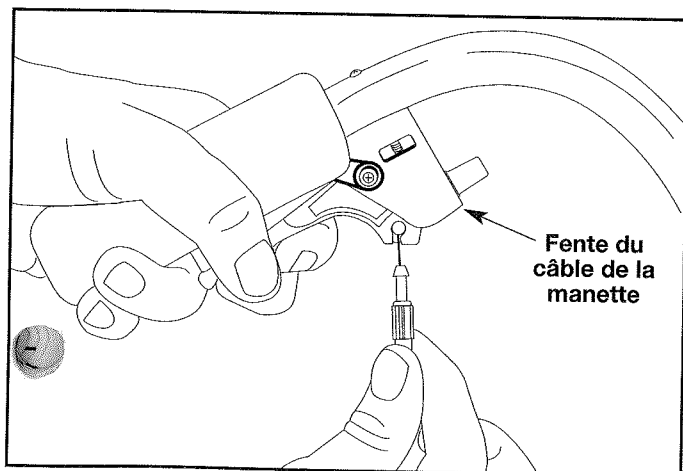

Fig. 10
3. Maintenez la manette enfoncée et placez le barillet du câble dans le trou de la détente (Fig. 10).